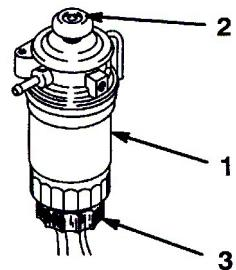

図35
- 燃料フィルタについているプライミング・ポンプを抵抗が感じられるようになるまで押す（図35）。